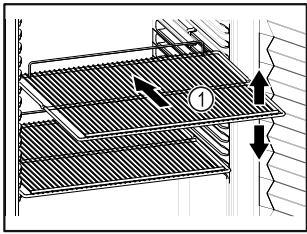

Fig. 60 Ενδεικτική απεικόνιση
- ❑ Εάν οι σχάρες Fig. 60 (1) είναι ρυθμιζόμενες, προσαρμόστε τα ανάλογα με το ύψος.